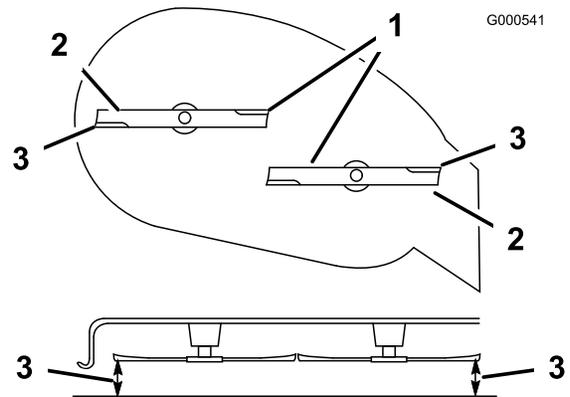

Figure 41
5. Tournez prudemment les lames pour qu'elles soient parallèles dans le sens transversal (Figure 41). Si les deux mesures diffèrent de plus de 5 mm (3/16 po), un réglage s'impose. Poursuivez la procédure.
6. Mesurez la distance entre les tranchants extérieurs et le sol plat (Figure 41). Si les deux mesures diffèrent de plus de 5 mm (3/16 po), un réglage s'impose. Poursuivez la procédure.